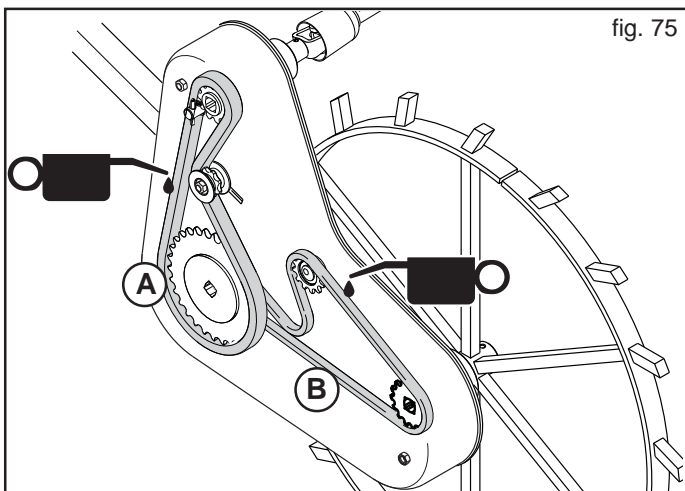
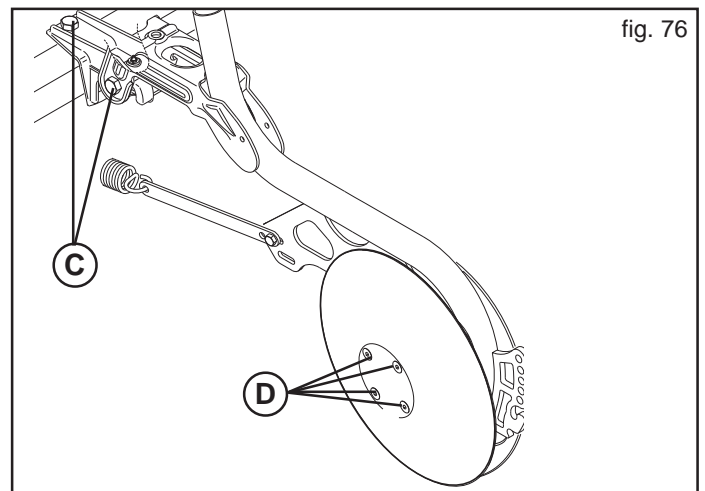
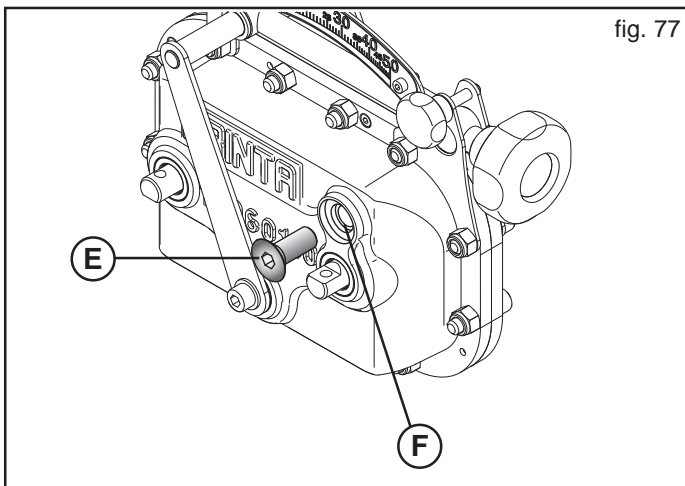

fig. 75
fig. 76
fig. 77
QUAND LA MACHINE EST NEUVE	<ul style="list-style-type: none"> - Graisser la chaîne de transmission (Fig. 75). - Graisser tous les points marqués par la décalcomanie n° 14 (GREASE) à la page 123 de la présente brochure. - Après les huit premières heures de travail, contrôler le serrage de toutes les vis. - Contrôler le serrage des boulons rayonneurs (C-D, Fig. 76).
DEBUT SAISON D'ENSEMENCEMENT	<ul style="list-style-type: none"> - Graisser la chaîne de transmission (Fig. 75). - Chaque saison, effectuer le remplacement complet de l'huile de la boîte de vitesse avec le type "AGIP EXIDIA HG 68" (Kg. 0,7): <ol style="list-style-type: none"> 1) enlever le bouchon (E, Fig. 77); 2) depuis l'orifice de vidange (F), vider complètement l'huile de la boîte de vitesse et la récolter dans un récipient adéquat; 3) insérer la nouvelle huile (Kg. 0,7) et fermer au moyen du bouchon. - Contrôler que la transmission tourne librement sans entrave. - Actionner la machine à vide: la circulation de l'air fait sortir l'eau de condensation et toute impuretés des conduits (Fig. 78).
TOUTES LES 20/30 HEURES DE TRAVAIL	<ul style="list-style-type: none"> - Contrôler le serrage des boulons rayonneurs (C-D, Fig. 76). - Nettoyer et lubrifier les chaînes de transmission (Fig. 75), engrenages et tendeur de chaîne. - Vérifier que les chaînes de transmission sont bien tendues. (A-B, Fig. 75).
REMISSAGE	<p>A la fin de la saison, ou si l'on prévoit une longue période d'arrêt, nous conseillons de:</p> <ol style="list-style-type: none"> 1) Décharger avec soin toutes les semences de la trémie et des organes distributeurs (voir cap. 4.12.1). 2) Laver abondamment l'équipement à l'eau, surtout la trémie et le doseur et les essuyer ensuite avec moyen de jets d'air. 3) Contrôler soigneusement la machine et le cas échéant remplacer les parties endommagées ou usées. 4) Veiller à ce que le doseur puisse tourner sans effort excessif, éventuellement vérifier l'intégrité des roulements. 5) Serrer à fond toutes les vis et les boulons. 6) Graisser les chaînes de transmission (Fig. 75), huiler toutes les chaînes de transmission et appliquer du lubrifiant sur toutes les parties sans peinture (Fig. 82). 7) Protéger l'équipement avec une bâche. 8) Placer l'équipement dans un local sec et hors de la portée de personnes inexpertes.